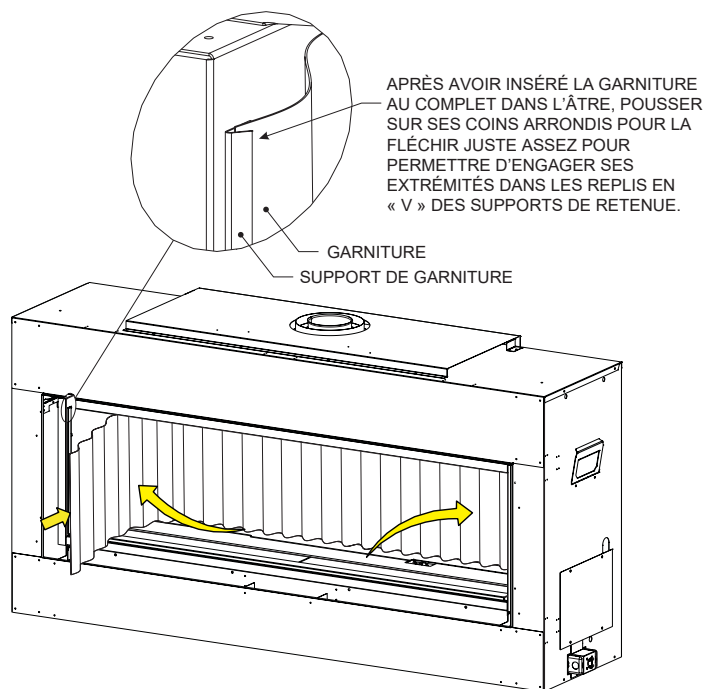

Figure 5
10. Une fois que l'extrémité droite de la garniture sera verrouillée dans le support de retenue droit, poursuivre le travail d'insertion vers la gauche de l'unité jusqu'à ce que la garniture soit complètement positionnée à l'arrière de l'âtre. **Voir Figure 5.**
11. Pour compléter le montage, pousser le côté gauche de la garniture vers le coin arrière gauche de l'âtre et la pousser juste assez pour engager son extrémité gauche dans le support de retenue gauche. **Voir Figure 5.** Les bords de la garniture sont maintenus en place par les supports de retenue latéraux. La poussée naturelle de la garniture la gardera en place dû au rayon de courbure de ses coins arrière. **Voir la vignette de la Figure 5**